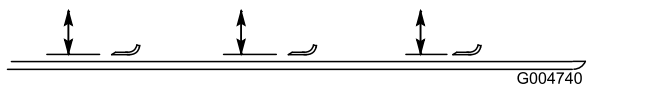

Figura 125
2. Rode a lâmina até que a extremidade fique virada para a frente e para trás e meça entre o interior da plataforma do cortador e a parte cortante na zona dianteira da lâmina (Figura 125).